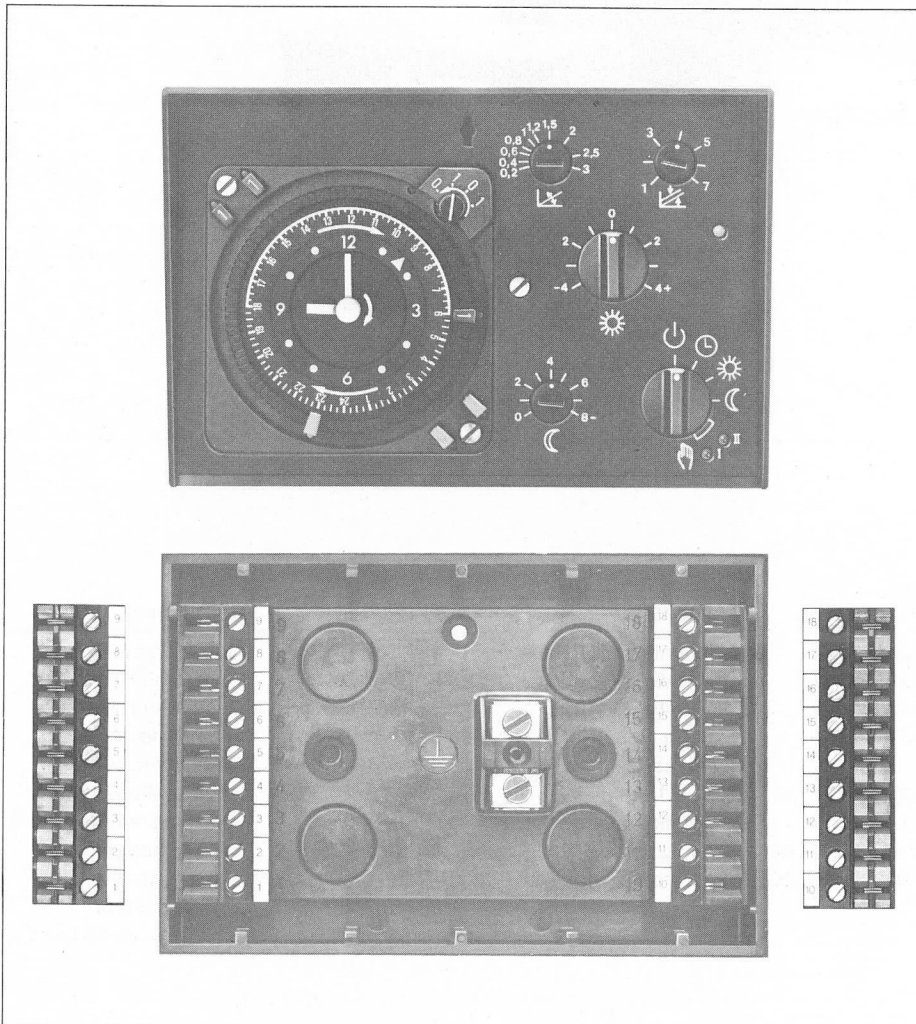

Bild 10 Zentralgerät ZKP mit Grundplatte/Klemmenblock
3.5 Zentralgerät ZKP (Bild 10)